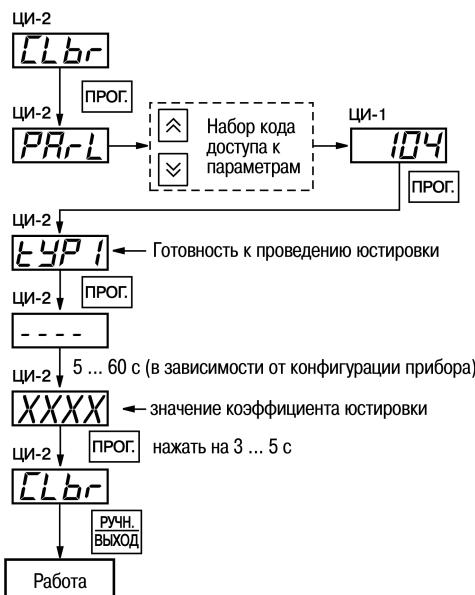

**Рисунок 8.1 – Схема подключения магазина сопротивлений при юстировке**
1. Подключить к Входу 1 прибора вместо датчика магазин сопротивления типа MCP-63 (или подобный ему с классом точности не ниже 0,05), установив на нем значение 50,000 Ом. Соединить магазин с прибором по трехпроводной схеме (см. рисунок 8.1). Сопротивления проводов линии должны быть одинаковы и не должны превышать 15,0 Ом.